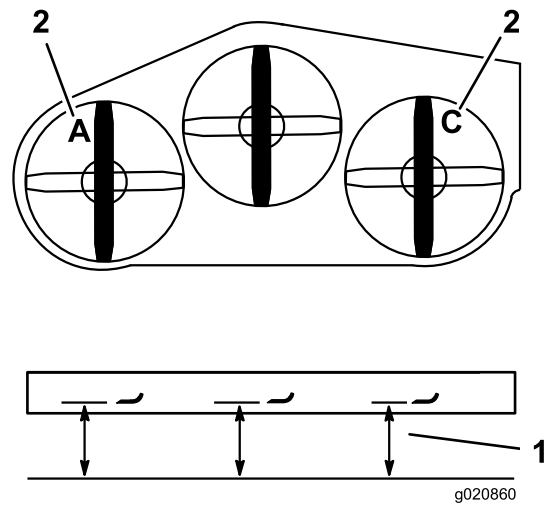

Figura 86
3. Meça a lâmina esquerda no local **A**, numa superfície nivelada à extremidade de corte da ponta da lâmina e registre esta medição (Figura 86).
4. Meça a lâmina direita no local **C**, numa superfície nivelada à extremidade de corte da ponta da lâmina e registre esta medição (Figura 86).
3. Meça a lâmina direita no local **C**, numa superfície nivelada à extremidade de corte da ponta da lâmina e registre esta medição (Figura 86).